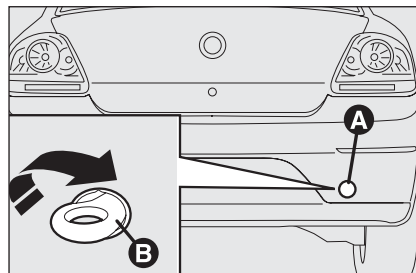

Рис. 43
- вденьте кольцо (рис. 43) в проушину серги.